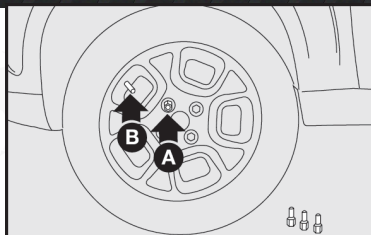

fig. 8
- 7) Introduzca el primer tornillo A-fig. 8, en el orificio más cercano a la válvula de inflado B-fig. 8.